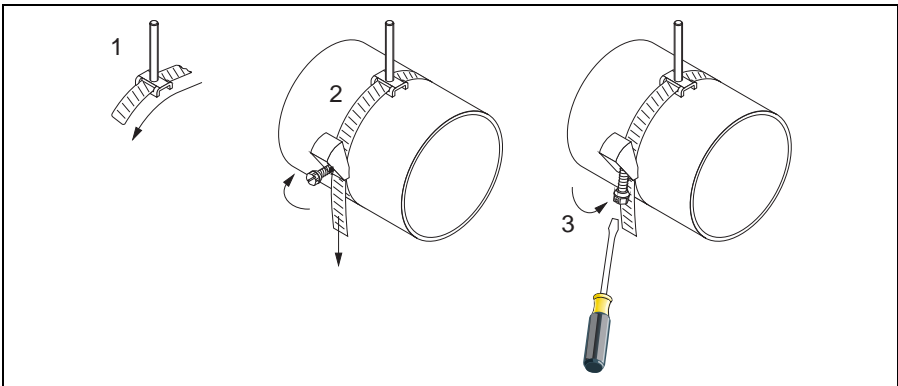

图 8: 预装捆绑带: 管道直径  $DN \leq 200$  (8")
- 安装距离 (传感器间距) 已知 → 图8。
- 安装间距 (传感器间距和线长) 已知 → 图 8。